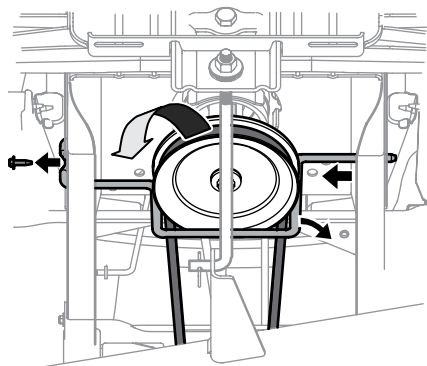

Figura 4-1
5. Remova o parafuso sextavado que prende a haste de guarda da polia ao chassi. Consulte Figura 4-1.